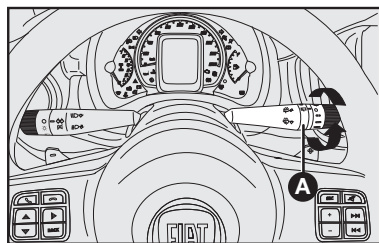

fig. 69
### Limpador/lavador do vidro traseiro - fig. 69 e 70
1) Girar a empunhadura **A-fig. 69** da posição **O** para **☐**;